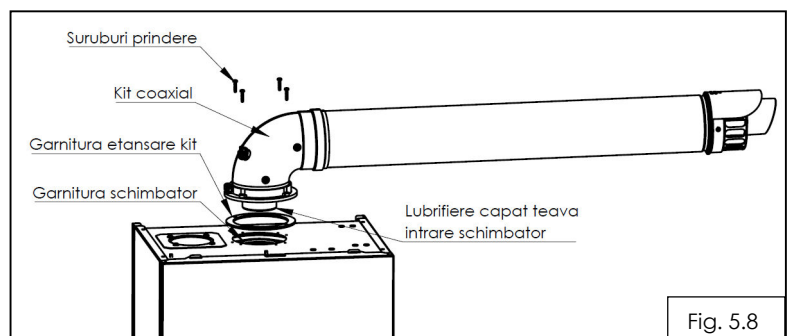

Fig. 5.8
Pentru instalarea facila a kitului este necesar lubrifierea capatului cotului (4) la partea de intrare in centrala, utilizati numai apa sau sapun comercial standard. Lubrifierea este necesara pentru a nu deplasa garnitura de evacuare de pe schimbatorul principal de caldura (fig. 5.8). Nu utilizati niciodata lubrifiant pe baza uleiuri minerale, pot deteriora garniturile de etansare.